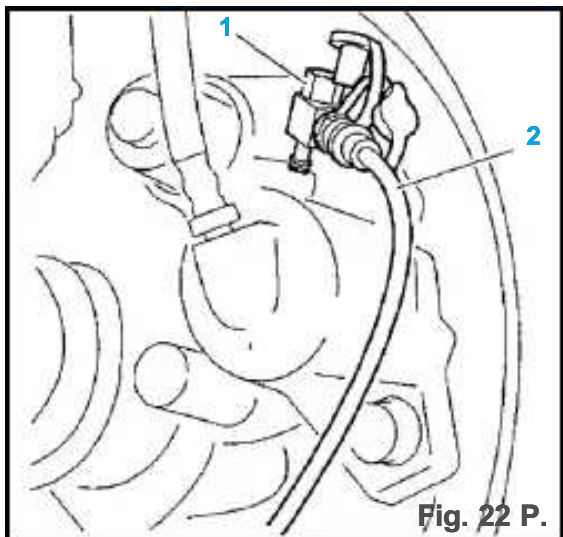

Fig. 22 P.
- Reemplazar el tornillo de ventilación del soporte antes de que el sensor de presión (1), Rosca M8 (fig. 22 Br).
- enlace frente galga de la máquina, la manguera corta (2) Para el sensor de presión (1).